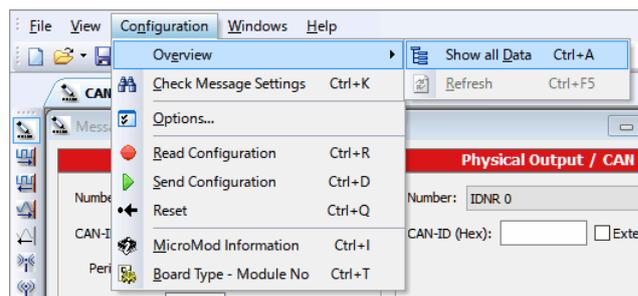

図 3-7
**Configuration** メニューから、**Overview – Show all Data** を選択します (図 3-7 参照)。